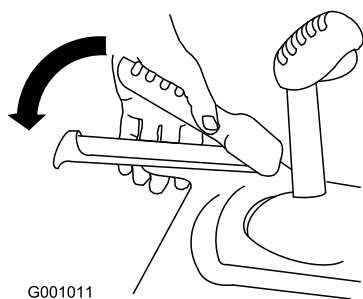

Figure 15
3. Serrez le levier gauche (déplacement) contre la poignée (Figure 15).
6. Serrez le levier gauche (déplacement) contre la poignée (Figure 15).